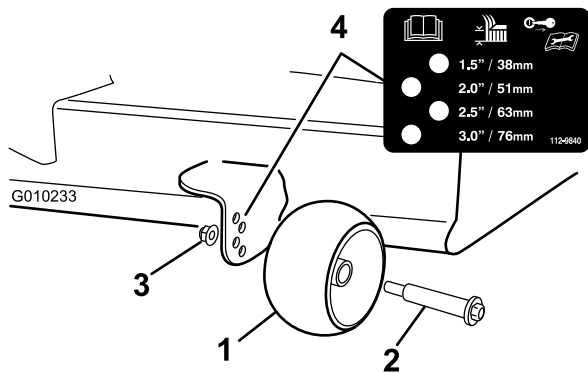

Bild 23
3. Stellen Sie die Antiskalpierrollen so ein, siehe Bild 23, dass sie der Schnitthöheneinstellung am besten entsprechen.